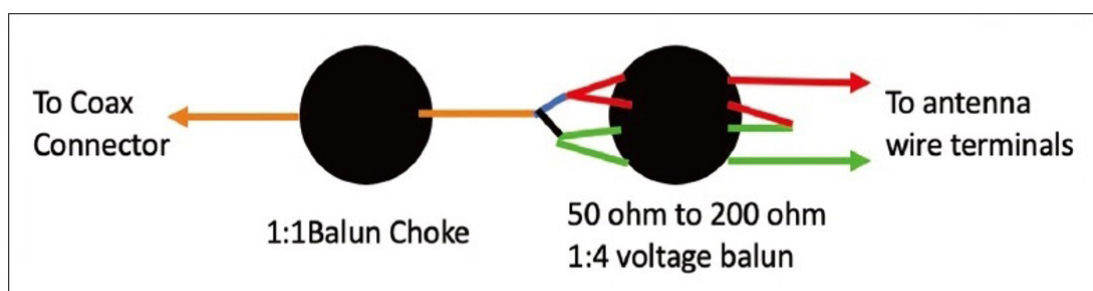

図 5 ハイブリッドバランの配線図
8. 同軸ケーブルの入力と 2 つの出力コネクタを取り付ける位置を決定した後、図 5 のように配線し、トロイダルコアは写真 L のように配置します。